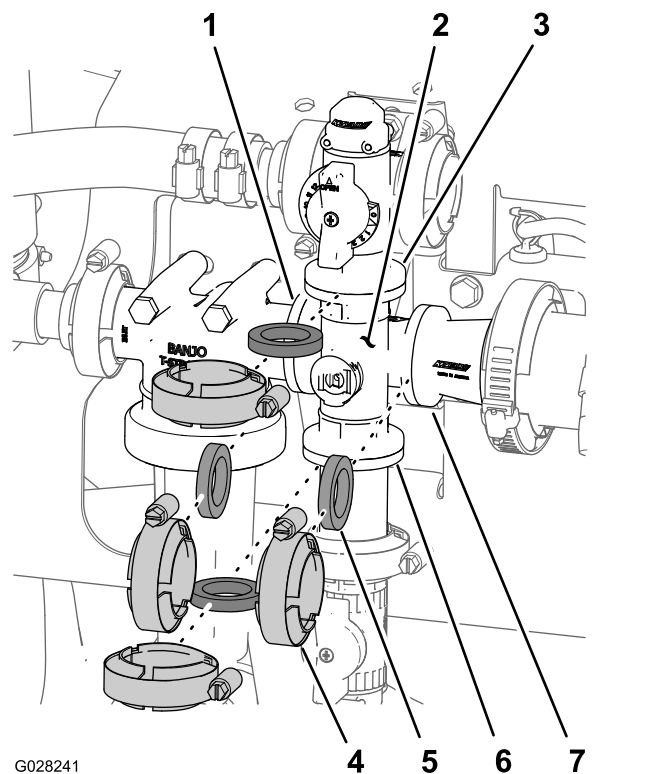

図 134
1. 攪拌バルブのマニホールドを攪拌バイパスバルブ、圧力フィルタヘッド、リデュースカップリング、アダプタフィッティング攪拌スロットルバルブに固定しているクランプとガスケットを外す 図 134。